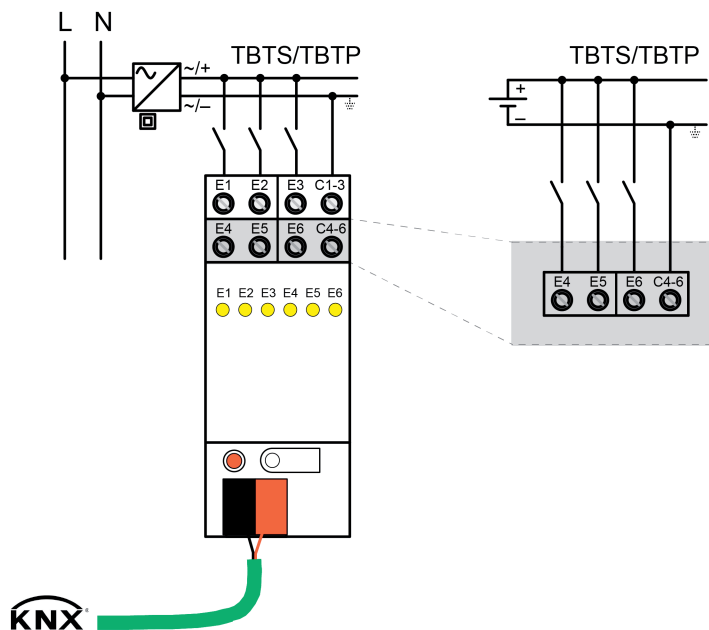

Figure 3: Raccordement de circuits électriques TBTS/TBTP
- Circuits électriques alimentés en TBTS/TBTP selon l'exemple de raccordement (figure 3) Raccorder . Respecter la polarité.